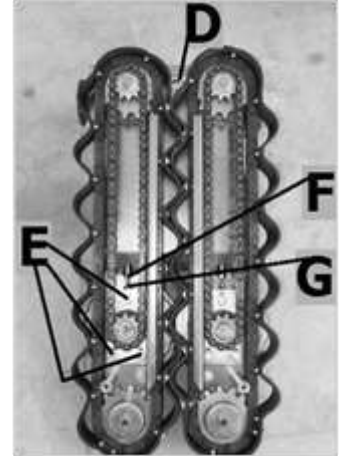

Abb. 16
Drei Schrauben lösen (E), Abb. 16, und die Gegenmutter (F). Schraube (G) drehen und Kettenspannung einstellen. Gegenmutter (F) und Schrauben (E) wieder festdrehen.